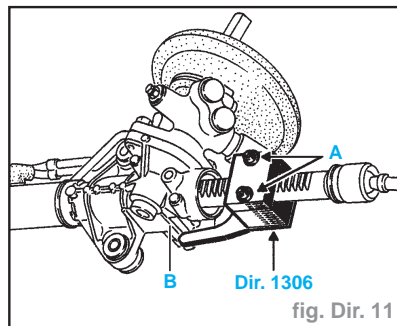

fig. Dir. 11
- Mettre en place l'outil **Dir. 1306** ou **Dir. 1306-01** en l'engageant dans le carter poussoir (**B**), et serrer les deux vis (**A**) (fig. Dir. 11).